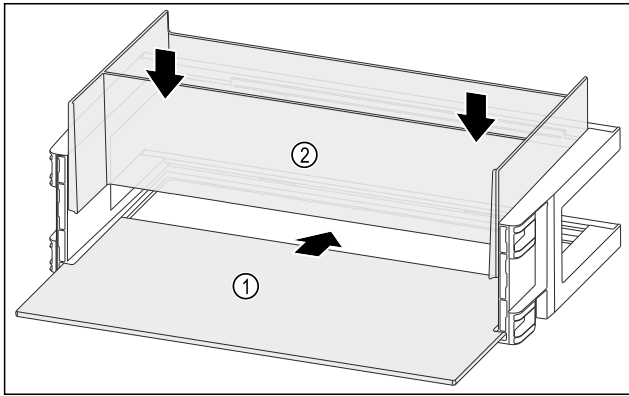

Fig. 119
- ▶ Zasuňte odkladaciu plochu Fig. 119 (1) do bočných vybrání.
- ▶ Vložte organizátor Fig. 119 (2).